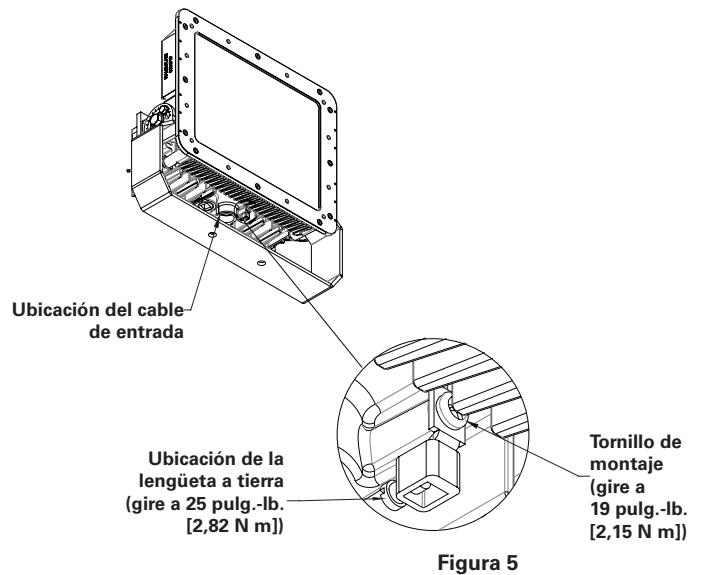

Figura 5
1. Desatornille el sujetador de lengüeta a tierra que se muestra en la Figura 5.
3. Gire el sujetador de lengüeta a tierra en el cable de conexión a tierra. Gire a 25 pulg.-lb. [2,82 N m], como se muestra en la Figura 5.